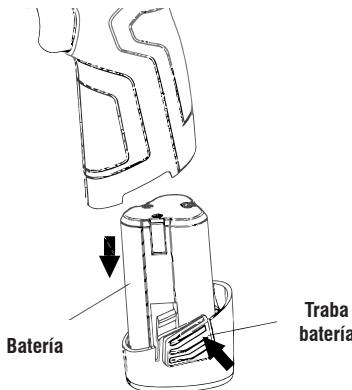
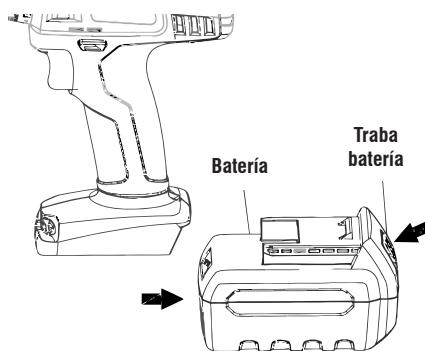

Fig. 4 – Retirando la batería PFV 108
Fig. 5 – Retirando la batería PFV 144 e PFV 180
2. Para retirar la batería presione la traba y en seguida puje la batería según muestran las Fig. 4 y Fig. 5;